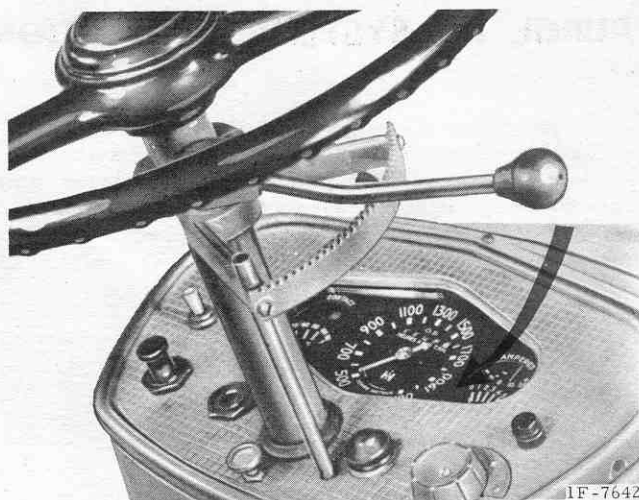

Fig. 5. — Accélération maximum (sens de la flèche)
3. - Placez le levier de commande du régulateur à la position "pleine charge" (fig. 5).